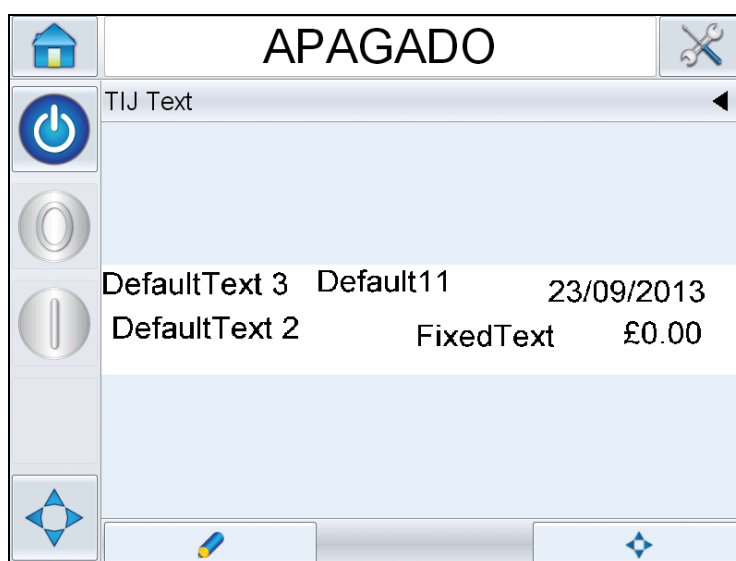

Figura 6-9: Previsualización del mensaje
- 1 Seleccione la “barra de detalles del trabajo actual” para ver la vista preliminar del trabajo (consulte Figura 6-9).